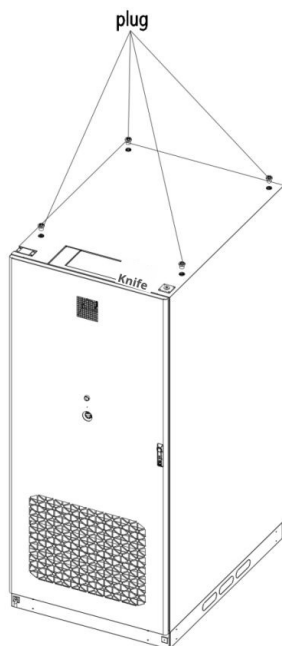

Figura 4-4 Diagrama de retirada de los tapones del armario de almacenamiento de energía
3. Con una llave Allen, retire los cuatro tapones de los puntos de instalación de las anillas situados en la parte superior del armario, como se muestra en la Figura 4-4. El mismo procedimiento se aplica al armario combinador.